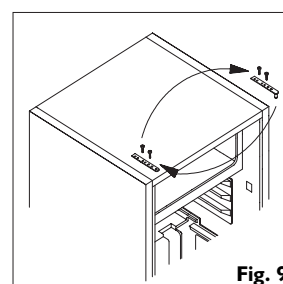

Fig. 9
9. Volte a montar a porta repetindo as mesmas operações do ponto 4. Volte a aparafusar as dobradiças da direita e esquerda (Fig. 9). Volte a montar a tampa como nos pontos 2 e 1.